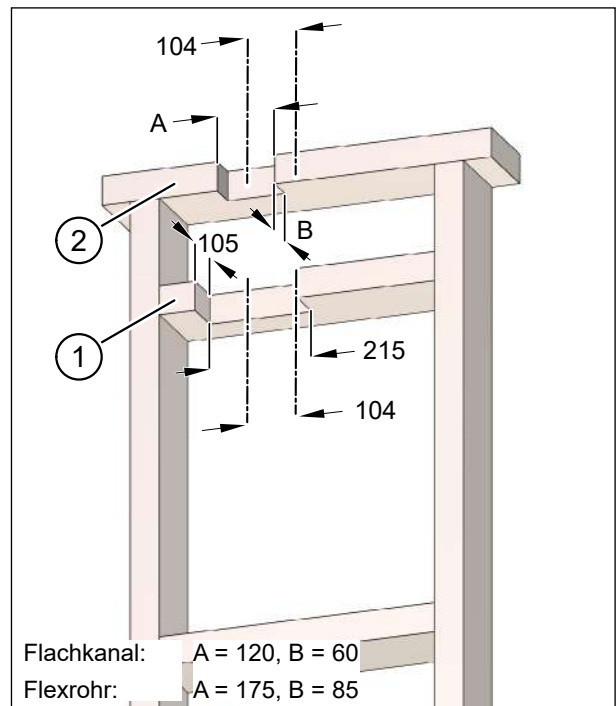

Abb. 12: Nuten für Flachkanäle bzw. Flexrohre sägen, Maße in Millimeter
- ▶ Sägen Sie in den oberen Riegel (Pos. 1 in Abb. 12) eine Nut für den abluftseitigen Kanalanschlussadapter mit einer Breite von 215 mm und einer Tiefe von 105 mm.
- ▶ Sägen Sie in den Deckenbalken (Pos. 2 in Abb. 12) eine Nut für den Abluftkanal.
- Breite 120 mm (Pos. A in Abb. 12)
- Tiefe 60 mm (Pos. B in Abb. 12)
- Breite 175 mm (Pos. A in Abb. 12)
- Tiefe 85 mm (Pos. B in Abb. 12)